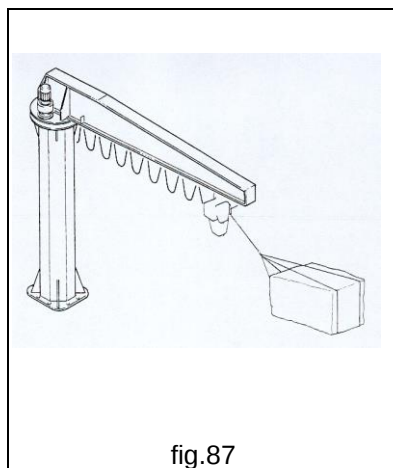

fig.87
- **MAI** porre la fune o la catena in posizione di tiro in diagonale (fig.87).